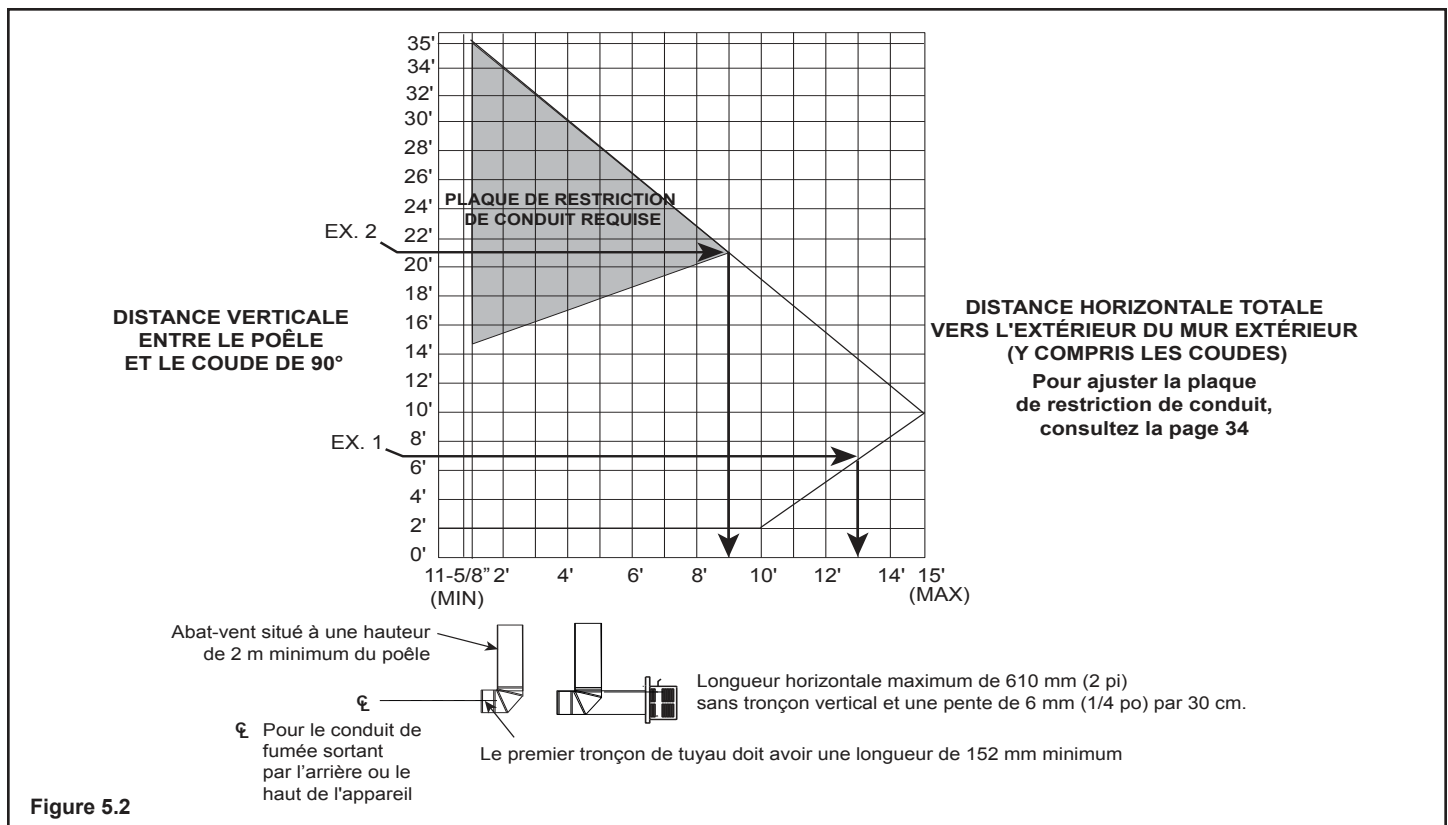

Figure 5.2
1. Contrôlez que les dégagements requis (espace d'air de 25 mm [1 po]) pour les matériaux combustibles sont respectés aux endroits où vous traversez le plafond, le mur, le toit, des espaces clos, des chevrons dans le grenier et des surfaces combustibles. Consultez les instructions pour confirmer que l'élévation du système d'évacuation des gaz et les décentrages horizontaux sont dans les limites imposées. Tous les décentrages doivent être dans les limites du graphique de calcul du conduit (voir **figure 5.2**) à la page 12.